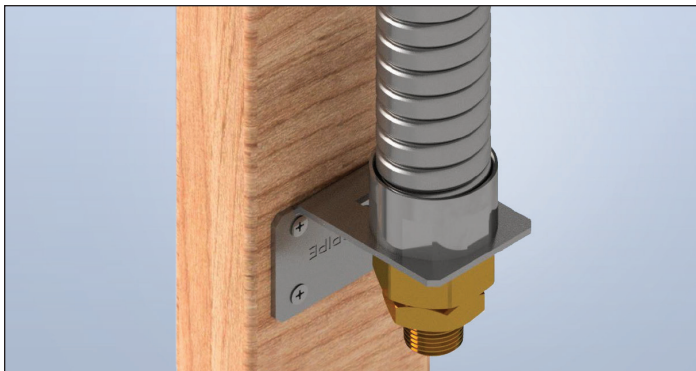

Figure 1-9
9. Abaissez et vissez la conduite flexible dans l'adaptateur de conduite flexible (figure 1-9). **Aucune fixation ni colle supplémentaire n'est nécessaire!**